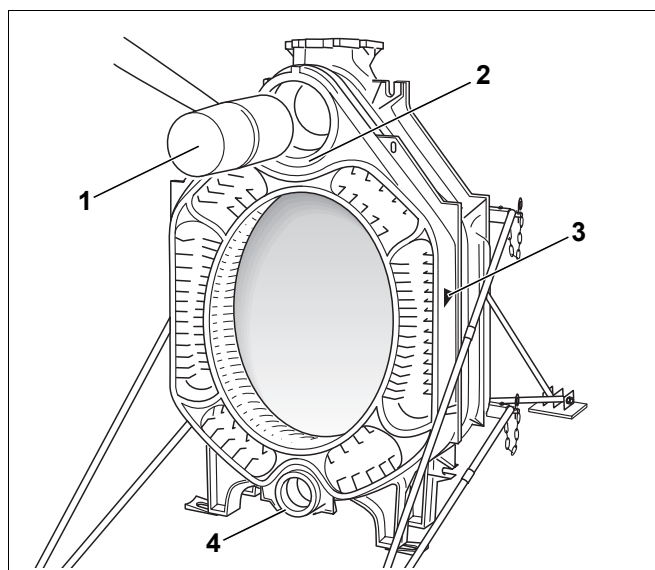

Fig. 18 Fissaggio dell'elemento intermedio
- Applicare l'elemento intermedio con il mozzo superiore e inferiore (fig. 18, [2] e [4]) sui nippli dell'elemento posteriore, la freccia direzionale (fig. 18, [3]) rivolta all'indietro.
- Fissare il primo elemento intermedio all'elemento posteriore con un martello in legno o in gomma dura (fig. 18, [1]).